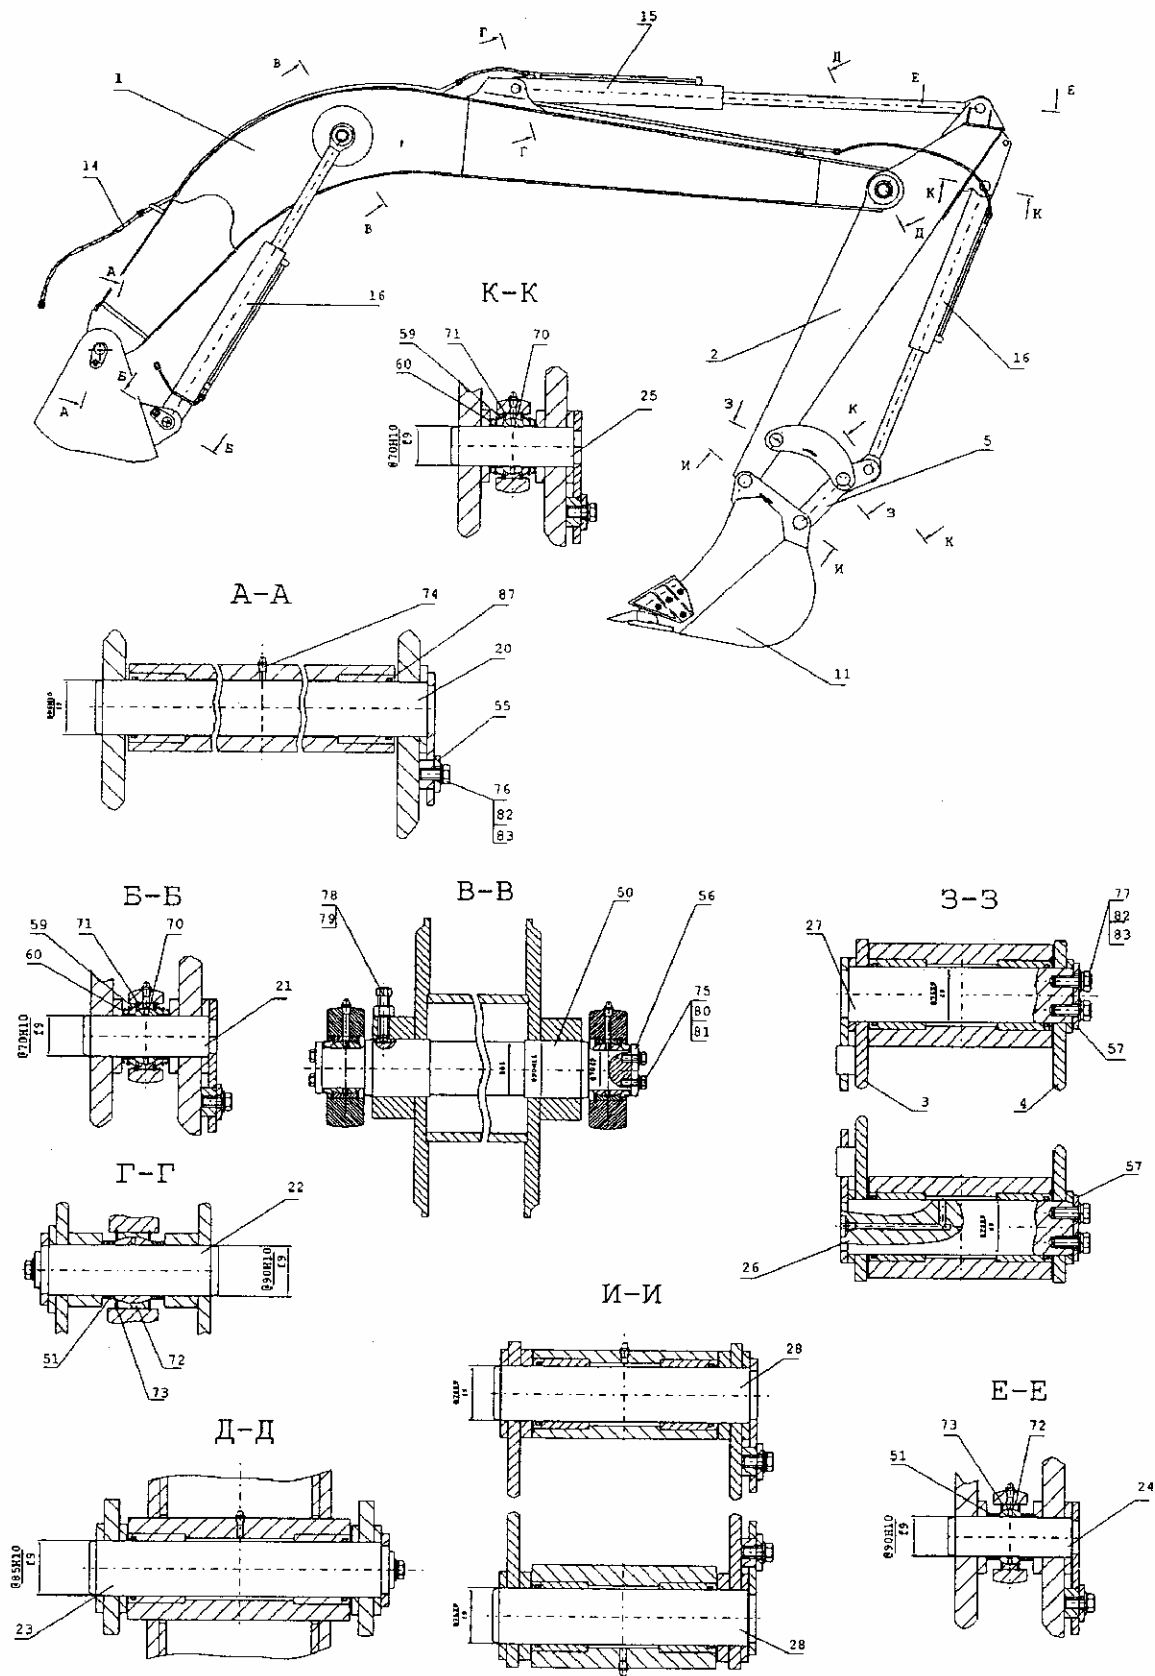

Рис. 20 Рабочее оборудование обратная лопата
3.1. ОБРАТНАЯ ЛОПАТА (РИС. 20)